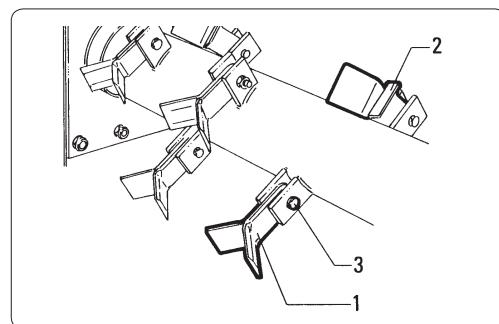

fig. 7.9.1
7.9 - Controllo e sostituzione dei coltelli o delle mazze (fig. 7.9.1)
Se occorre sostituire uno o più coltelli o mazze rotte, ad esempio il coltello numero "1" di fig. 7.9.1, sostituire anche il coltello o la mazza diametralmente opposto, cioè la numero "2" per evitare squilibrazioni del rotore.
7.9 - Checking and replacing the knives or hammers (fig. 7.9.1)
If one or more broken knives or hammers need replacing, eg. knife number "1" in fig. 7.9.1, always replace the diametrically opposite knife or hammer as well, i.e. number "2", in order to prevent the rotor from becoming unbalanced.